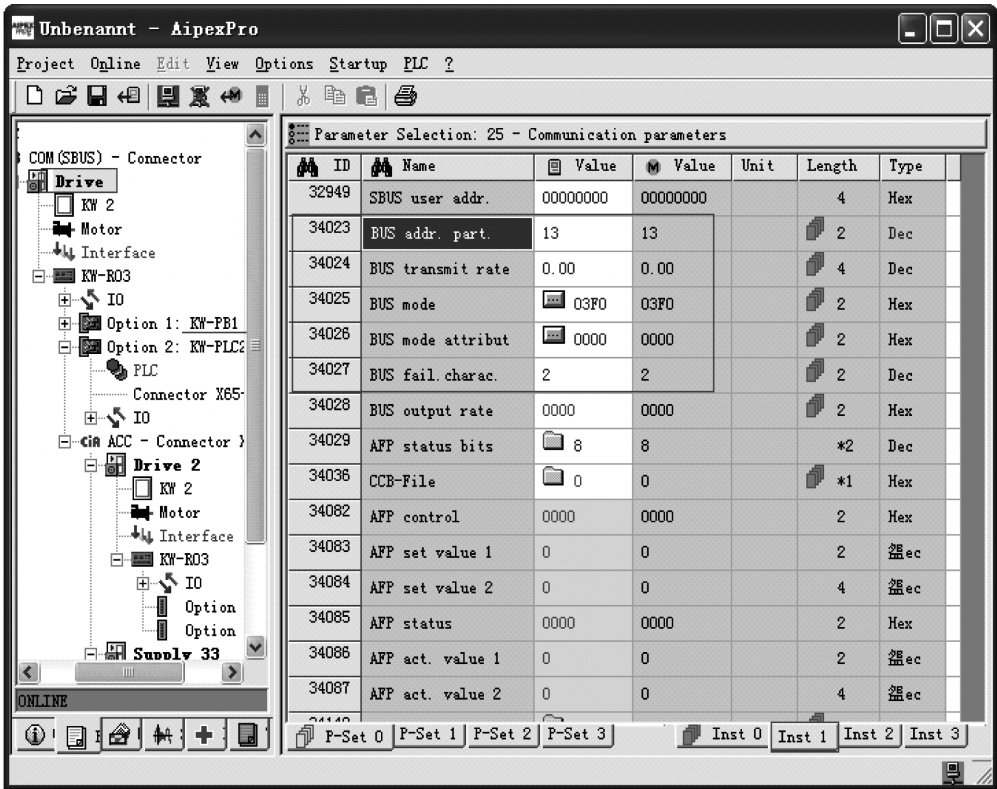

图 5-35 Profibus-DP 通信 AMK 伺服通信参数设置
- 在插有 PB1 通信卡的 KW2 的 “Inst1” 中设置通信参数，如图 5-35 所示。